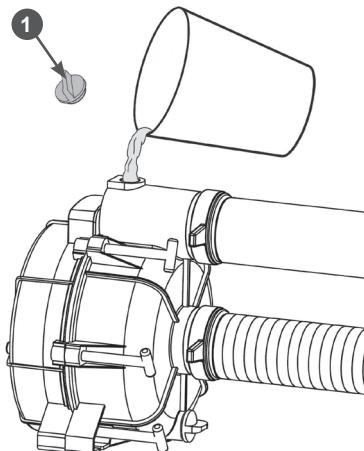

Рис. 12 Заполнение корпуса насоса водой
- Открутите пробку 1 отверстия для заливки воды в корпус насоса (Рис. 12).